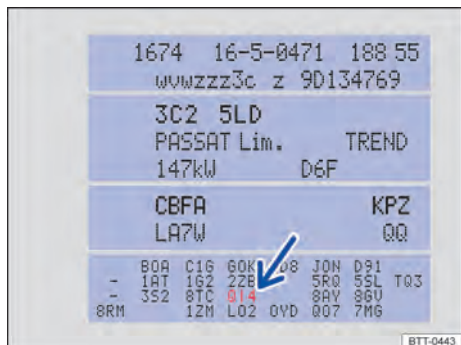

Fig. 203 Adhesivo portadatos del vehículo con núm. PR del servicio correspondiente (representación esquemática).
- Consulte el número PR que figura en el adhesivo portadatos del vehículo → fig. 203 (flecha) → pág. 309.